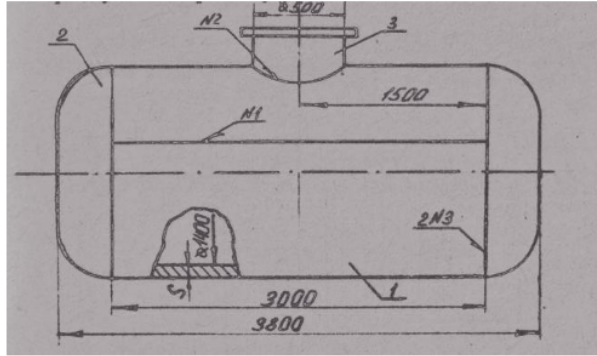

Рисунок 3 – Эскиз резервуара
3. Производство крупносерийное, годовой объем выпуска 1000 шт. при двухсменной работе участка (Приложение 1, рисунок 3)